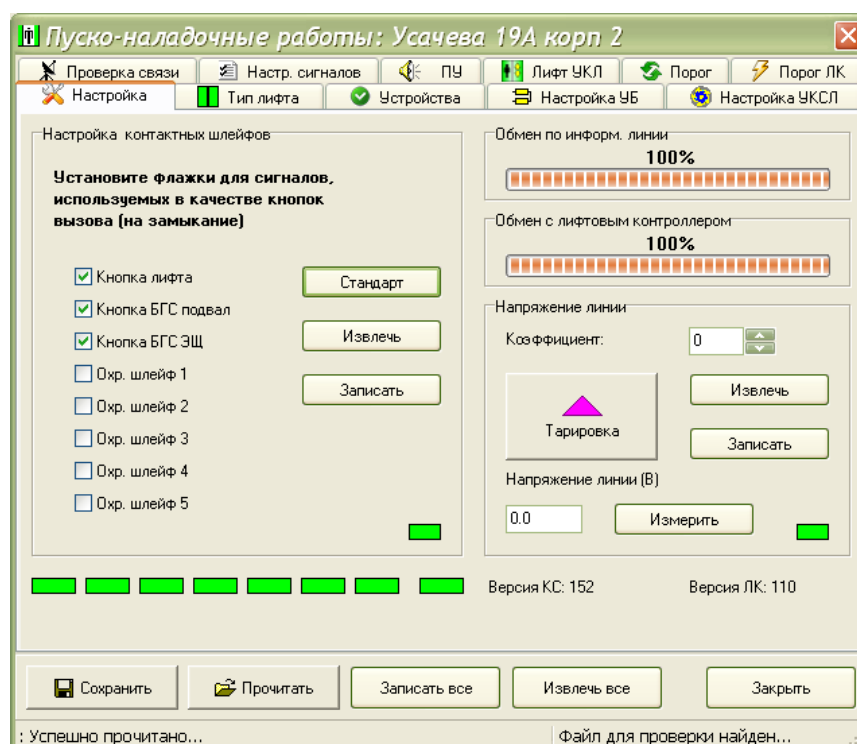

Рисунок 56
1) Установить режимы работы контактных шлейфов и кнопок вызова, настройка выполняется на вкладке «Настройка» окна «Пусконаладка» (рисунок 56). Затем записать настройки в КСН кнопкой «Записать». В нижней строке окна должна появиться надпись «Успешно записано». Для сохранения настройки на жестком диске компьютера однократно нажать мышкой кнопку «Сохранить». Далее в появившемся окне нажать кнопку «ОК».